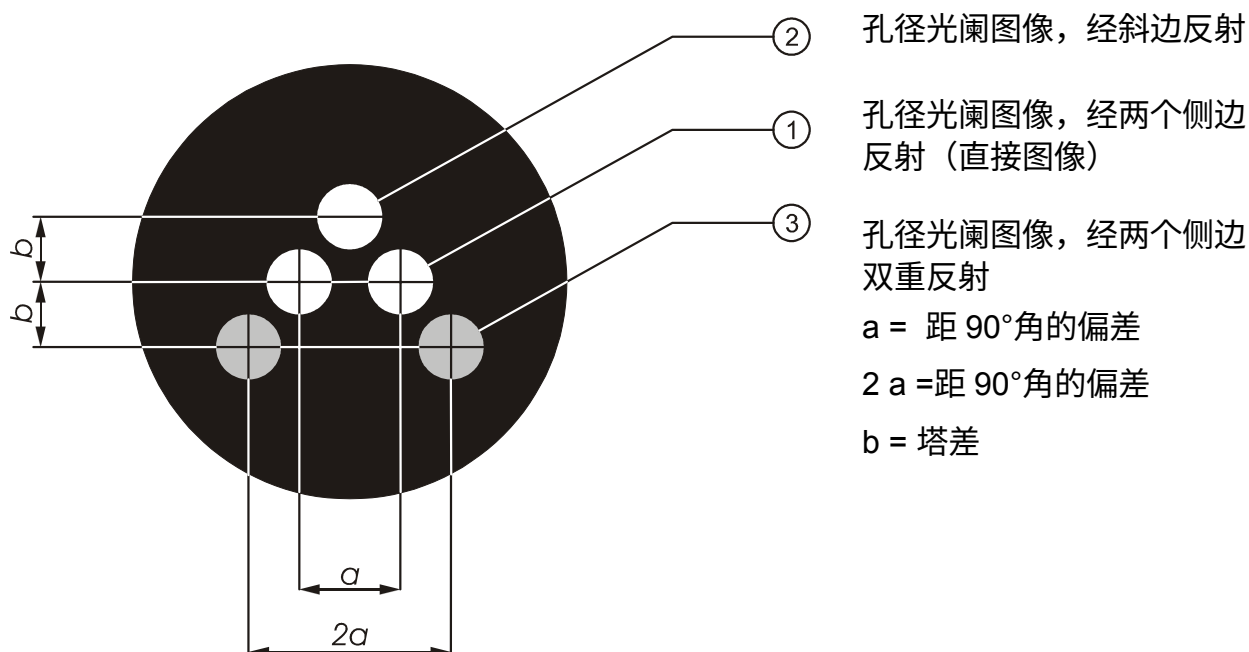

图 20： 直角测量时的孔径光阑图像
在测量 90°棱镜时，会出现三种类型的孔径光阑图像（图 20）：
- (2) 棱镜的旋转会引起棱镜斜边反射的孔径光阑图像在刻线上位置的改变。这两个直接图像间的距离用于测量 90° 棱镜的塔差（塔差是斜边和两个侧边的脊面间的角度）。图 20 表明了 90° 棱镜的自准直图像。
- (3) 当棱镜沿脊面或平行于脊面的轴线旋转时，侧面双重反射形成的两个孔径光阑在刻线上的位置将会改变。相比起来，它们并不明亮，您可以轻易的将它们与孔径光阑的直接图像区分开来。如果角度并不是精确的 90° ，双重反射形成的图像间的距离是直接图像间的距离的 2 倍。因此，它们非常适合于进行高精度的角度误差的评估。
与其它的测试方法一样，您需要依据指定的公差来选择适当的孔径光阑。在此，您必须要把参数 4 考虑进去。评估方法请参见图 20。